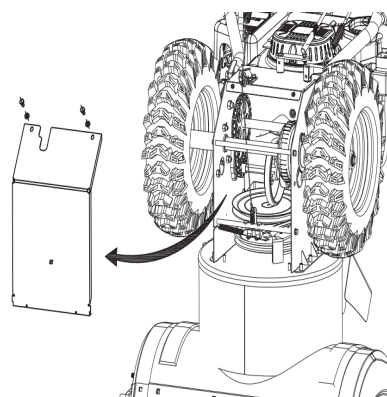

Рисунок 39
2. Осторожно передвиньте снегоуборочную машину вверх и вперёд так, чтобы она встала на корпус шнека. Снимите крышку рамы из-под снегоуборочной машины, открутив четыре самореза, фиксирующие её. См. рисунок 39.